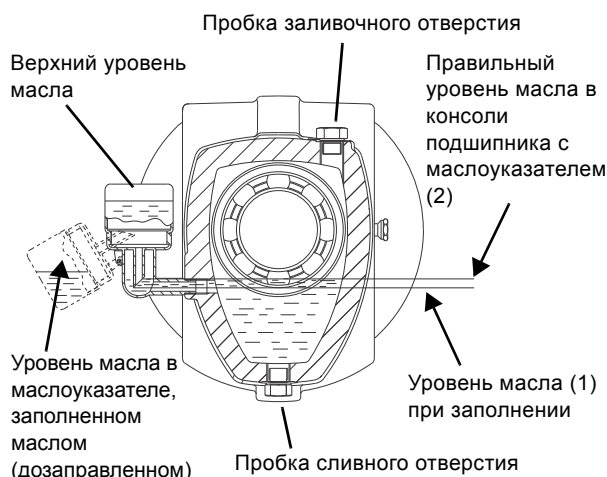

Рис. 5 Заполнение маслом
4. Отогните маслоуказатель и, используя воронку (поз. P), залейте масло через заливочное отверстие, чтобы оно достигло уровня (1) в соединительном колене. См. рис. 5.
5. Залейте резервуар маслоуказателя маслом и верните маслоуказатель в прежнее положение. Теперь маслом будет заполняться консоль подшипника. В процессе заполнения в резервуаре появляются воздушные пузырьки. Продолжайте заполнение, пока масло не достигнет необходимого уровня (2). См. рис. 5.